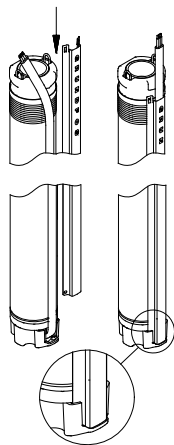

Abb. 9
2. Kabelschutzschiene in der Aussparung des Kabelsteckers anbringen. Die beiden oberen Seitenlöcher der Kabelschutzschiene müssen in den oberen Rand des Pumpenmantels einrasten, siehe Abb. 9.